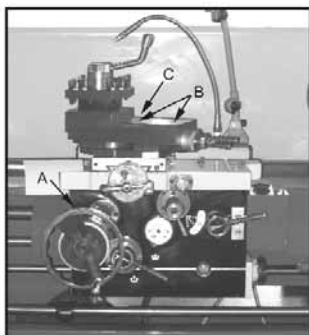

Fig. 7
5. **Släde:** Smörj oljekulan (A, fig. 7) på ratskafet varje dag med Mobil DTE® Oil Heavy Medium.
6. **Support:** Smörj de fyra oljekulorna (B, fig. 7) på ovansidan av supporten varje dag med Mobil DTE® Oil Heavy Medium.
7. **Tvärslid:** Smörj oljekulan (C, fig. 7) varje dag med Mobil DTE® Oil Heavy Medium.